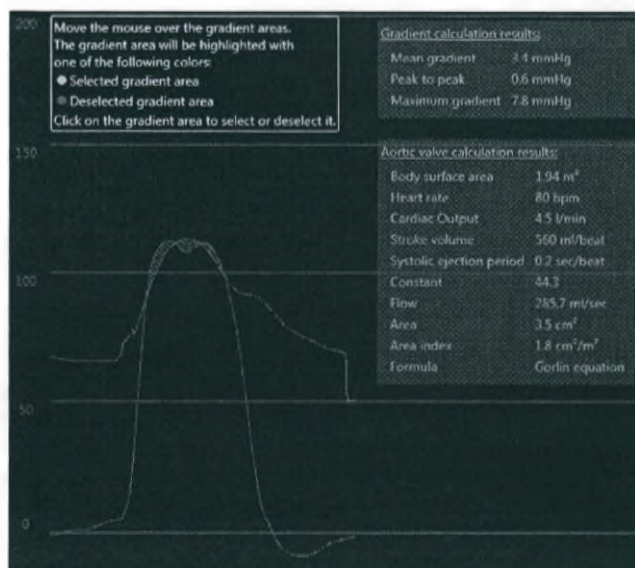

Рис. 10.18: Sample Review (Обзор пробы) — Merged sample gradient calculations (Шаблон объединенных расчетов градиента)
2. Использование этой функции позволит пользователю выбрать или отменить области градиента для включения или исключения в расчеты. Справочная информация приведена в примере (рис. 10.18).